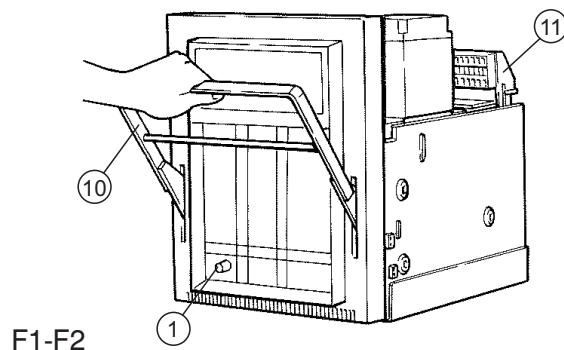

Fig. 11
Premere il pulsante di sblocco (1) e sollevare la leva (10) fino all'arresto della parte mobile in posizione di «inserto». Il pulsante di sblocco (1) torna in posizione sporgente. Rimuovere la leva (10) (fig. 11/12). In questa posizione sono possibili tutte le manovre elettriche e i contatti ausiliari (11) possono essere manovrati.
Press the release push-button (1) and raise the lever (10) until the moving part stops in the "connected" position. The release push-button (1) returns to the protruding position. Remove the lever (10) (fig. 11/12). In this position, all the electric operations are possible and the auxiliary contacts (11) can be operated.
Den Entriegelungs-Drucktaster (1) drücken und den Hebel (10) anheben, bis sich das bewegliche Teil in Stellung "einge-fahren" befindet. Entriegelungs-Drucktaster (1) springt wieder heraus. Hebel (10) abnehmen (Abb. 11/12). In dieser Stellung sind alle elektrischen Betätigungen möglich, und auch die Hilfsschalter (11) können betätigt werden.
Appuyer sur le bouton de déblocage (1) et soulever le levier (10) jusqu'à l'arrêt de la partie mobile en position "embroché". Le bouton de déblocage (1) revient dans la position en saillie. Enlever le levier (10) (fig. 11/12). Dans cette position toutes les manœuvres électriques sont possibles et les contacts auxiliaires (11) peuvent être manœuvrés.
Apretar el pulsador de desbloqueo (1) y levantar la palanca (10) hasta el bloqueo de la parte móvil en posición de «insertado». El pulsador de desbloqueo (1) vuelve a quedar en posición sobresaliente. Quitar la palanca (10) (fig. 11/12). En esta posición resultan posibles todas las maniobras eléctricas y también la maniobra de los contactos auxiliares (11).